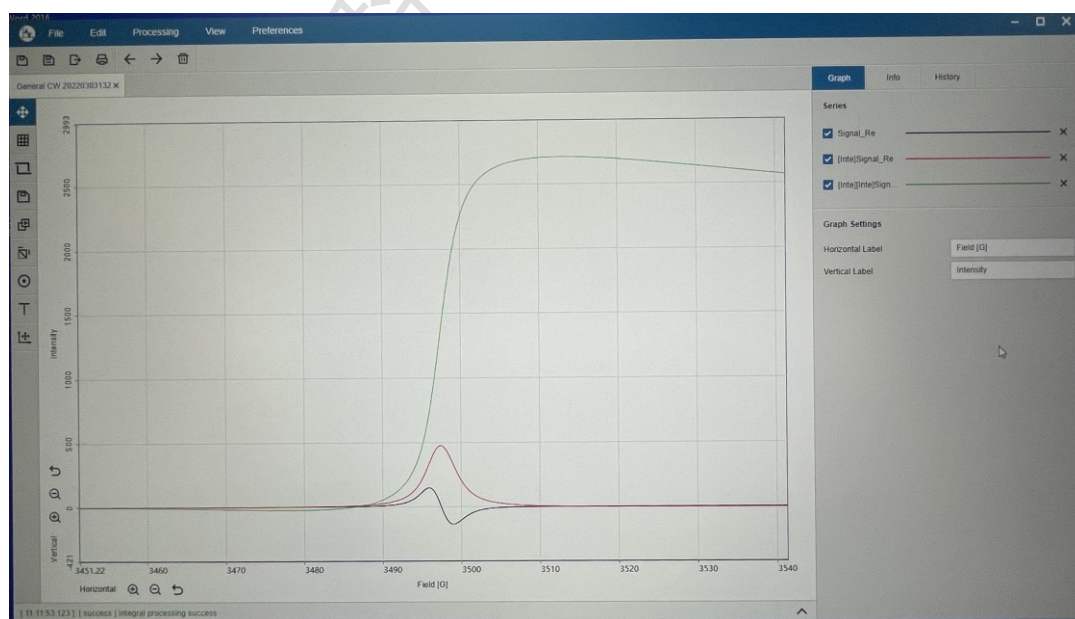

图 6-15 数据积分
- (4) 积分时可先校正基线, 随后 **Integral** 进行一次积分, 再点右下角 **OK**。若要进行二次积分, 可以先选中一次积分的曲线, 再点击 **Integral** 进行二次积分。如图 6-15 红线为一次积分结果, 绿线为二次积分结果。